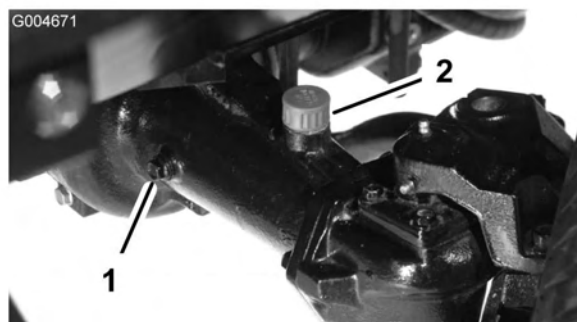

Figura 12
2. Retire o tampão de verificação que se encontra numa das extremidades do eixo (Figura 12) e certifique-se de que existe lubrificante até ao fundo do orifício. Se o nível estiver baixo, retire o tampão de enchimento (Figura 12) e adicione lubrificante suficiente para o nível de lubrificante subir até ao fundo do orifício do tampão de verificação.